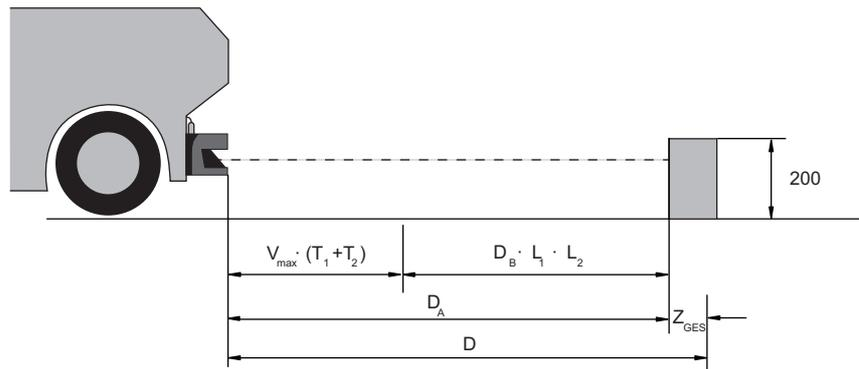

Figure 6.17: Sécurisation de zone dangereuse mobile, calcul de la distance minimale requise D
- ↪ Placez les champs de protection verticaux légèrement en biais de façon à ce que les bords inférieurs du champ de protection dépassent la largeur du véhicule de la valeur des suppléments Z_{SM} , Z_F et le cas échéant Z_{REFL} (voir figure 6.17).